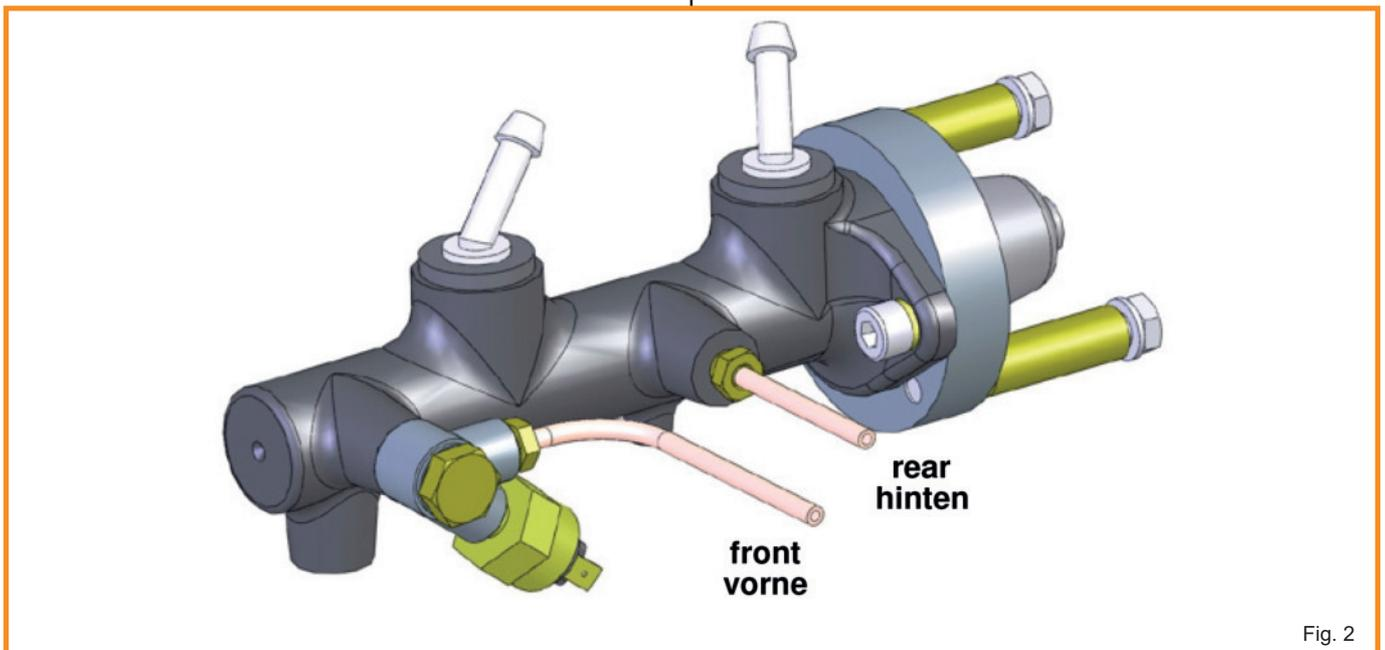

Fig. 2
- Install the adapter ring on the master cylinder with the two allen hex bolts (Pos.6, Fig.1) and the safety washers (Pos.5, Fig.1). The adaptor ring needs to be positioned the correct way, as shown in Fig.2 (note the offset positions of the adaptor ring bolt holes). It is possible to install this the wrong way, so please take extra care.
See Fig. 2 for further information.
- Befestigen Sie den Adapterring am HBZ mit den zwei Innensechskantschrauben (Pos.6, Fig.1) und Federringen (Pos.5, Fig.1) so, dass in Fahrtrichtung rechts eine Gewindebohrung oberhalb der rechten Befestigung zum HBZ sitzt. Siehe Fig.1 oder Fig.2.
Siehe Fig. 2
- Drehen Sie die Verschraubungen der hinteren und der vorderen Bremsleitung handfest in den HBZ. (Siehe Fig.2).